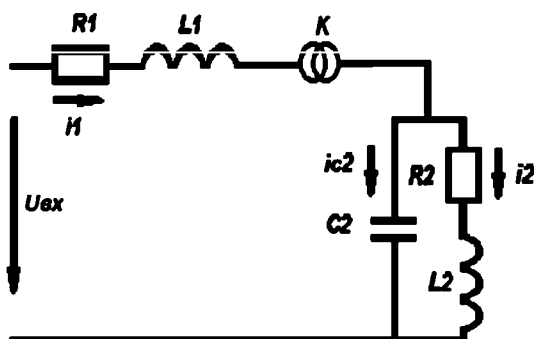

Рис. 1.60. Схема замещения электрической цепи
*Задача 2.* Понижающий трансформатор К встроен в электрическую цепь с активно-индуктивной и емкостной нагрузкой (рис. 1.60). Входное напряжение  $U_{вх} = 36 \text{ кВ}$ , напряжение на нагрузке  $U_n = 380 \text{ В}$ . Частота переменного тока 50 Гц. Входная цепь имеет активное сопротивление  $R_1 = 1 \text{ Ом}$  и индуктивность  $L_1 = 10^{-5} \text{ Гн}$ . Параметры нагрузки:  $R_2 = 100 \text{ Ом}$ ,  $L_2 = 0,3 \text{ Гн}$ ,  $C = 20 \text{ мкФ}$ .
Система дифференциальных уравнений, соответствующая схеме замещения на рис. 1.60, состоит из уравнений, описывающих ток на входе  $i_1$ , ток нагрузки  $i_2$  и напряжение на ветви емкости  $U_C$ . Влияние трансформатора учитывается введением коэффициента трансформации К при условии соблюдения передачи электрической мощности.